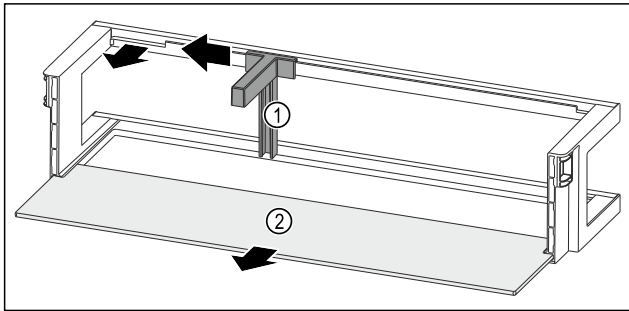

Fig. 164 Deurrek met flessenhouder en draagplateau
- ▶ Flessenhouder Fig. 164 (1) tot aan de uitsparing opzij schuiven.
- ▶ Flessenhouder Fig. 164 (1) verwijderen.
- ▶ Draagplateau Fig. 164 (2) verwijderen.